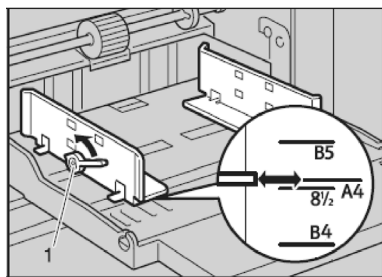

图 5-8 调整进纸侧导向板
- ② 释放进纸侧导向板锁定杆，调整进纸侧导向板使之与纸张尺寸匹配，如图 5-8 所示。